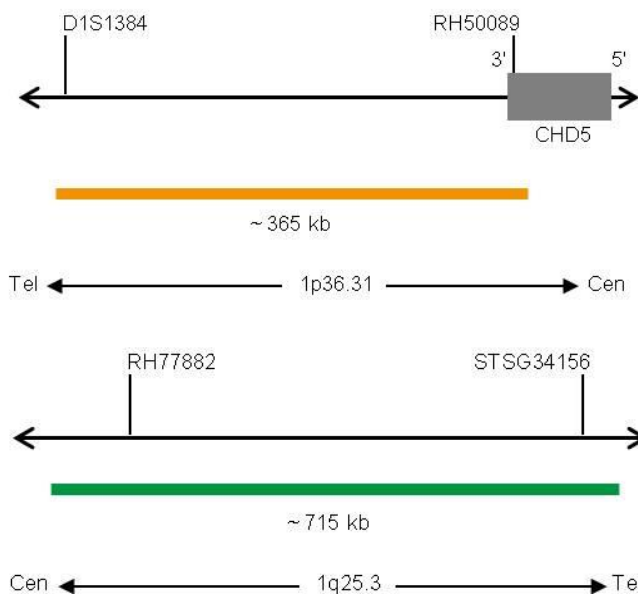

Fig. 1: In Alto: Mappa della sonda 1p36; In basso: Mappa della sonda 1q25 (non in scala)
- Polinucleotidi (~4.5 ng/ μ l) marcati con ZyOrange (eccitazione 547 nm/emissione 572 nm), le cui sequenze target mappano in 1p36.31* (chr1:5,808,946-6,176,336) (vedere Fig. 1).
- Polinucleotidi (~10.0 ng/ μ l) marcati con ZyGreen (eccitazione 503 nm/emissione 528 nm), le cui sequenze target mappano in 1q25.3* (chr1:184,271,714-184,986,522) (vedere Fig. 1).